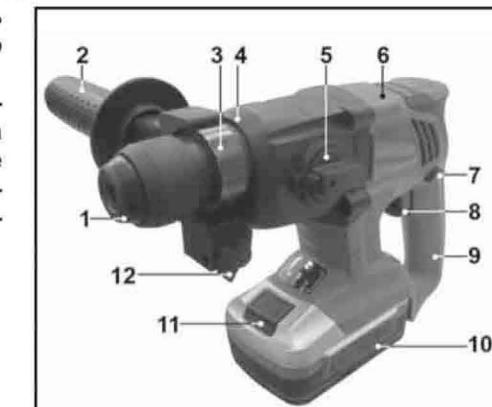

Рис. 2
6. УСТРОЙСТВО ПЕРФОРаторА (Рис.2)